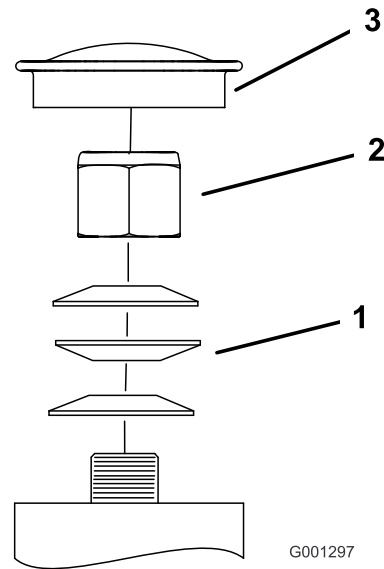

Bild 78
3. Entfernen Sie den Staubdeckel vom Laufrad und ziehen Sie die Sicherungsmutter an (Bild 78).
4. Ziehen Sie die Sicherungsmutter so weit fest, dass die Federscheiben flach liegen und schrauben dann um Viertelumdrehung zurück, um die Lager richtig vorzuspannen (Bild 78).
Wichtig: Achten Sie darauf, dass die Federscheiben richtig eingesetzt sind, siehe Bild 78.
5. Setzen Sie den Staubdeckel auf (Bild 78).